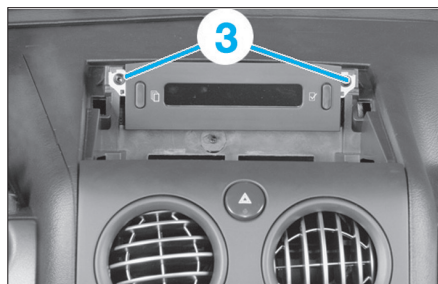

FIG. 29
- Déposer les deux vis (3) de fixation de l'afficheur multifonction, le débrancher et le déposer (Fig.29).